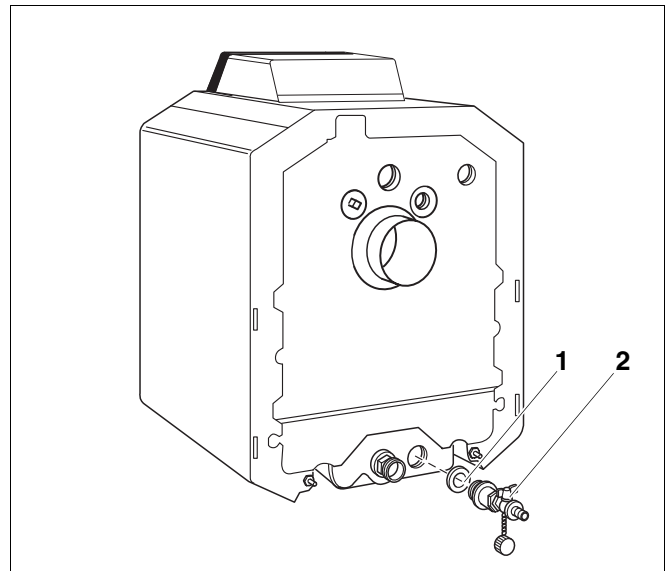

Abb. 2 Kessel-Entleerungs-Set (KES) am Heizkessel G125
- Prüfen, ob der O-Ring Ø 35 x 3 (Abb. 2, Pos. 1) richtig auf dem Kessel-Entleerungs-Set (Abb. 2, Pos. 2) aufgeschoben ist.
- Kessel-Entleerungs-Set (Abb. 2, Pos. 2) in den Sicherheitsrücklauf des Heizkessels einschrauben.